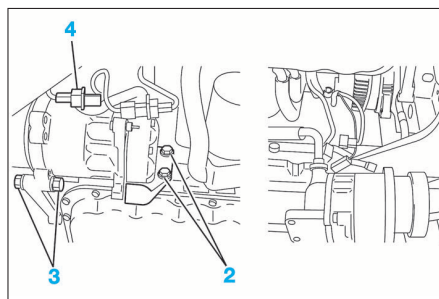

FIG. 7
- les 2 vis (2) (Fig.7) du support arrière du compresseur de climatisation,